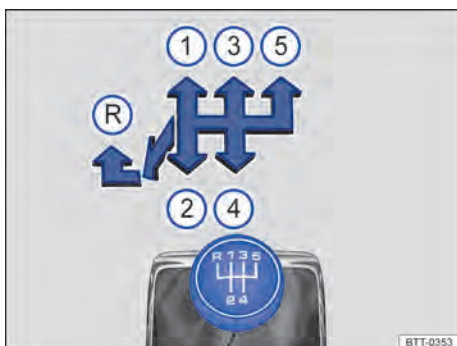
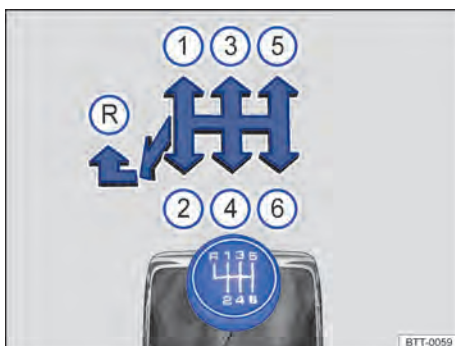

Fig. 122 Esquema de troca de marchas da transmissão manual de 5 marchas.
Fig. 123 Esquema de troca de marchas da transmissão manual de 6 marchas.
As posições de cada marcha estão representadas na alavanca de troca de marcha $\Rightarrow$ Fig. 122 ou $\Rightarrow$ Fig. 123.
- Empurrar a alavanca de troca de marcha totalmente para a esquerda e depois para frente até a posição de marcha a ré $\Rightarrow$ Fig. 122 ou $\Rightarrow$ Fig. 123 .